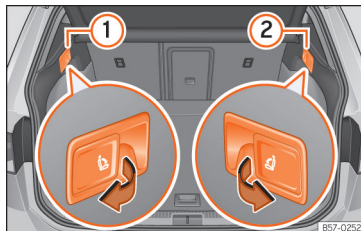

Fig. 114 Na bagageira: alavancas para desbloqueio à distância das partes esquerda ① e direita ② do encosto traseiro.
- Puxe o manípulo de desbloqueio »» Fig. 114 da parte do encosto que deseja rebater.